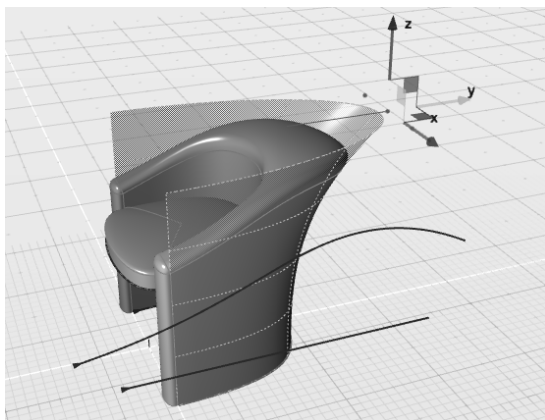

图 5-107 向 Y 轴正方向平移控制点
4) 按快捷键〈W〉激活“平移”工具，将这两个点向 Y 轴正方向移动。当松开鼠标后，可见沙发造型随此变化即时更新，如图 5-107 所示。单击鼠标右键退出“平移”工具。